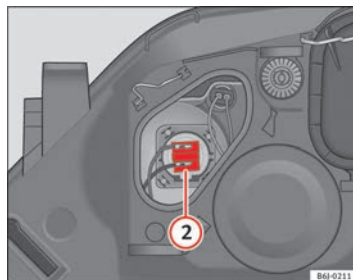

Fig. 139 Abbaglianti
- Estrarre il connettore ⇒ fig. 139 ② tirando verso l'esterno.